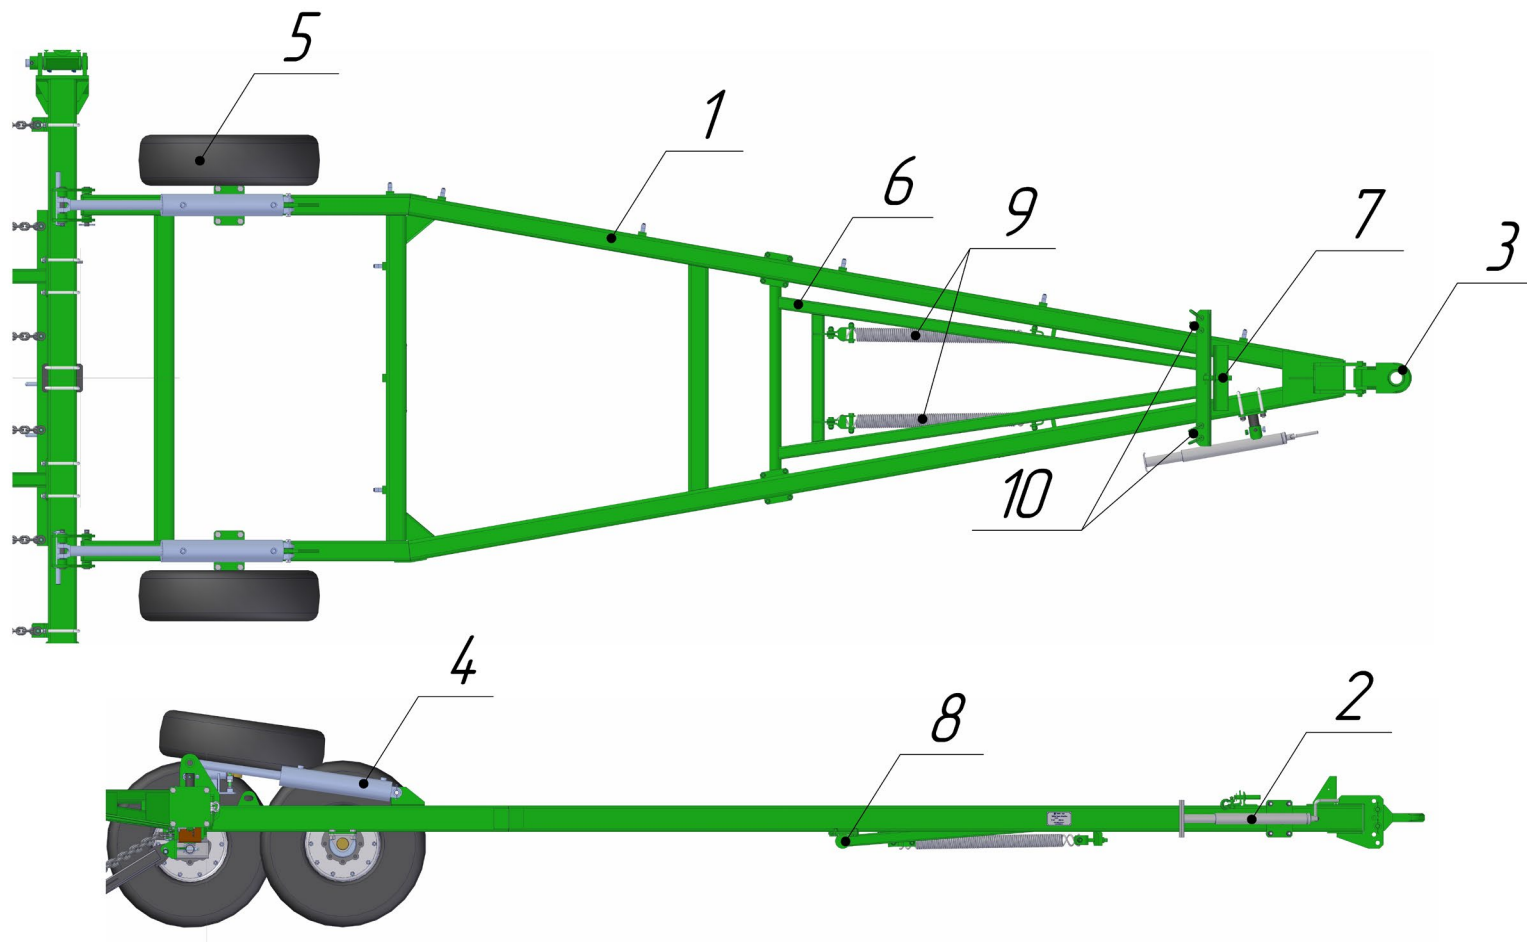

Рисунок 4 – Дышло
Дышло (см. рисунок 4) состоит из рамы (1) на которую установлены регулируемая опора (2), сцепная петля (3), два гидроцилиндра (4), колесо (5), поворотная рама (6), и ее фиксатор (7). Поворотная рама (6) крепится к раме (1) при помощи шарнирных механизмов (8) и пружин (9). На поворотной раме (6), для крепления строп, установлены скобы омегаобразные (10).